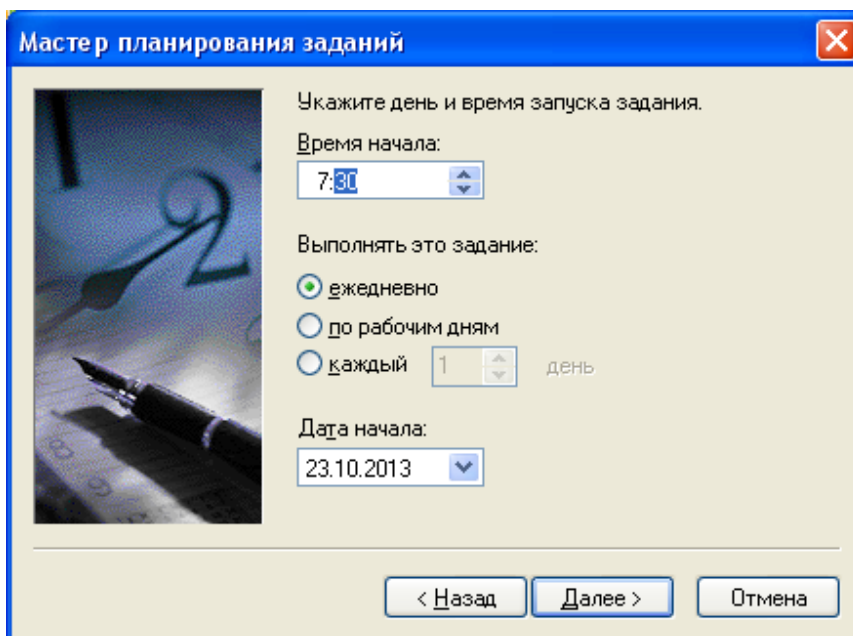

Рис. 33.
4) Выберите переключатель **ежедневно** для **StartTrigger.exe** (**CYKP_Review.exe**, **CreateMessagePTO_CM.exe**, **CYKP_CCZprev.exe**, **DeleteSchedule.exe**, **rSchedule.exe**, **Microelectronics.exe**) или **еженедельно** для **СКТО_SendDataToArchive.exe** и нажмите кнопку **Далее**. Откроется окно (рис. 33).